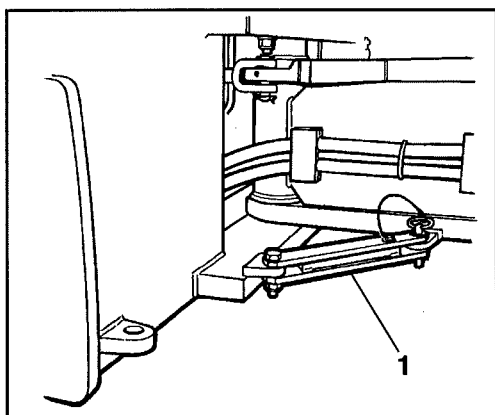

Fig. 27 Vänster sida av styrled
Innan välten lyfts måste styrleden låsas för vridning se fig 27. Vrid på ratten så maskinen står i läge för körning rakt fram, fäll ut låsarmen (1) och montera låsdubben (2) i främre maskinramen tillsammans med låsarmen.